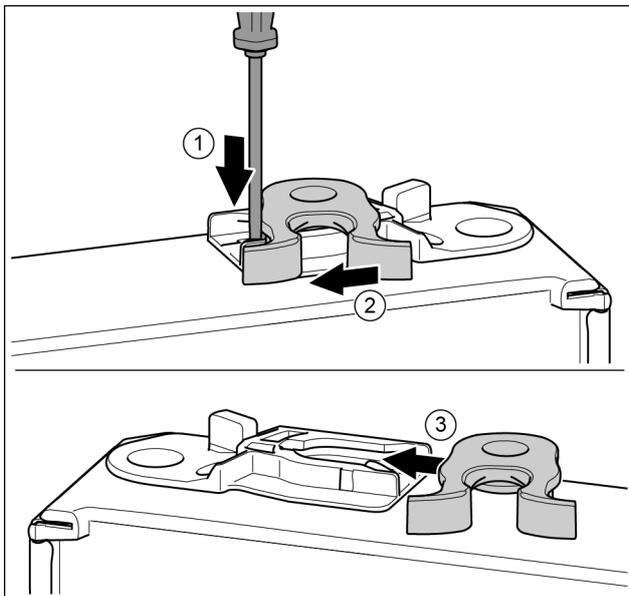

Fig. 33\*
- ▶ Lasche mit Schlitzschraubendreher nach unten drücken. Fig. 33 (1)
- ▶ Schließhaken aus Führung ziehen. Fig. 33 (2)
- ▶ Schließhaken auf anderer Seite in Führung schieben. Fig. 33 (3)